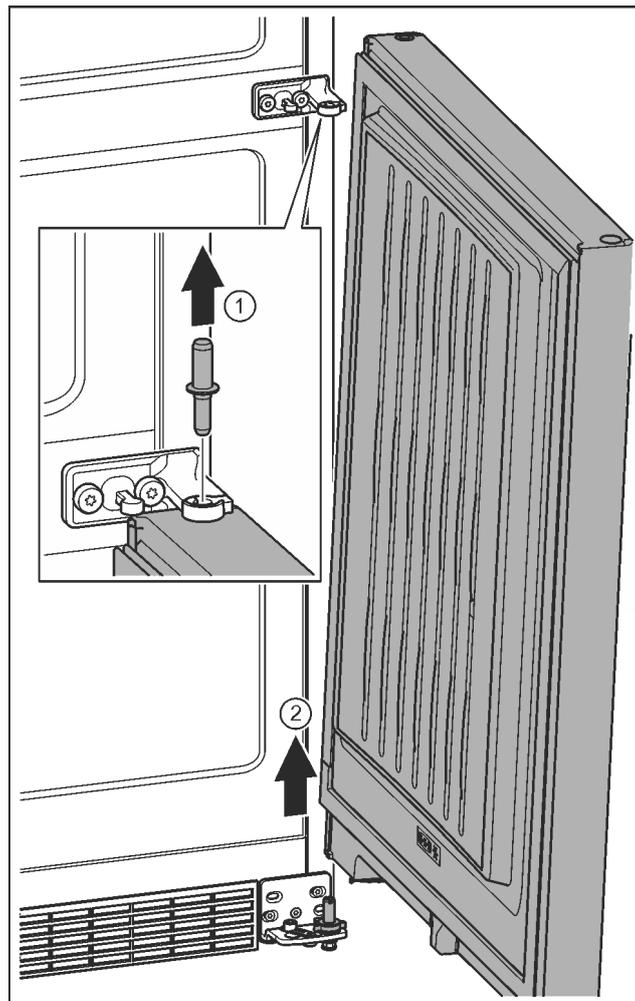

Fig. 11
- ▶ Estrarre il perno verso l'alto. Fig. 11 (1)
- ▶ Ruotare la porta per estrarla sollevandola e sistemarla da parte. Fig. 11 (2)